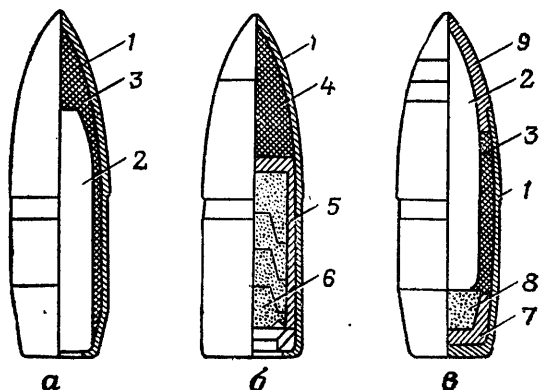

Рис. 42. Пули:
**Обыкновенная пуля** (рис. 42, а) предназначена для поражения живой силы противника, расположенной открыто и за масками, пробиваемыми пулей.
**Трассирующая пуля** (рис. 42, б) предназначена для поражения живой силы противника. Кроме того, при полете в воздухе она на дальностях стрельбы до 800 м оставляет светящийся след, что позволяет производить корректирование огня и целеуказание.
**Бронебойно-зажигательная пуля** (рис. 42, в) предназначена для зажигания горючих жидкостей.